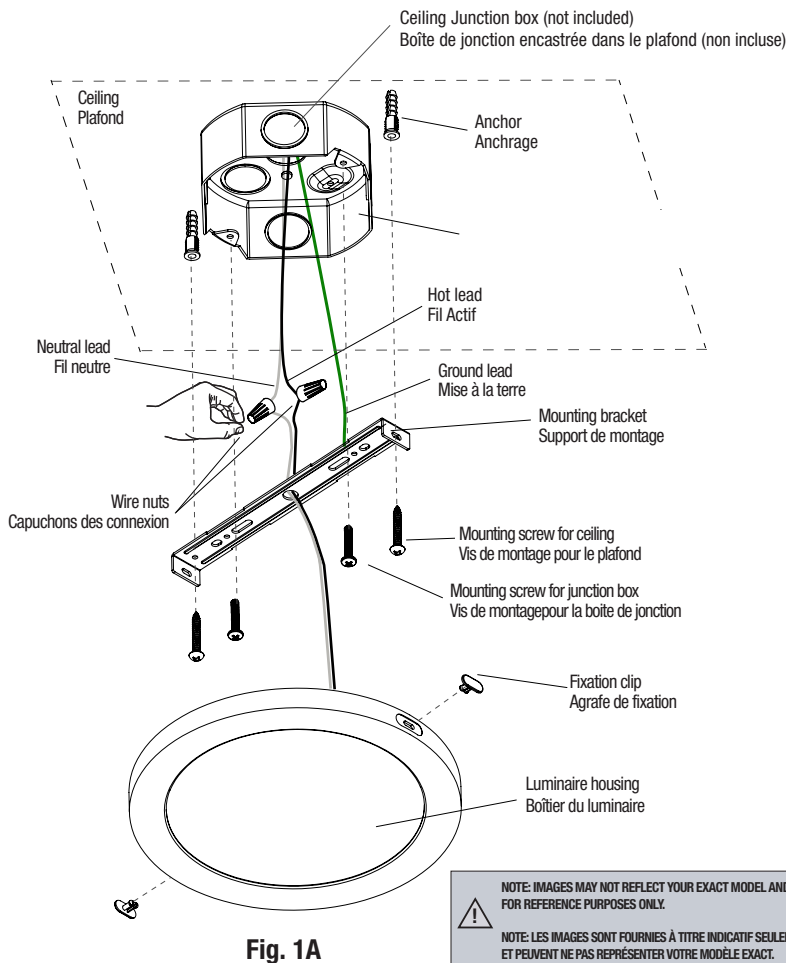

Fig. 1A
4. Bring the luminaire near the junction box and made wiring electrical connections by using the wires nuts (Fig. 1A).
4. Apporter le luminaire près de la boîte de jonction et faire les connexions électriques en utilisant des capuchons de connexion (Fig. 1A).